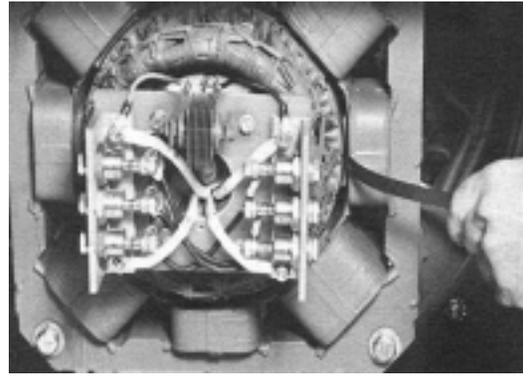

Figure 6-80
8. Contrôler l'entrefer de l'excitatrice (espace entre l'armature et le stator de l'excitatrice) en glissant une lamme de 0.25 mm dans l'entrefer et en la faisant tourner dans l'armature pour s'assurer qu'un espace minimum est disponible (voir Figure 6-80).